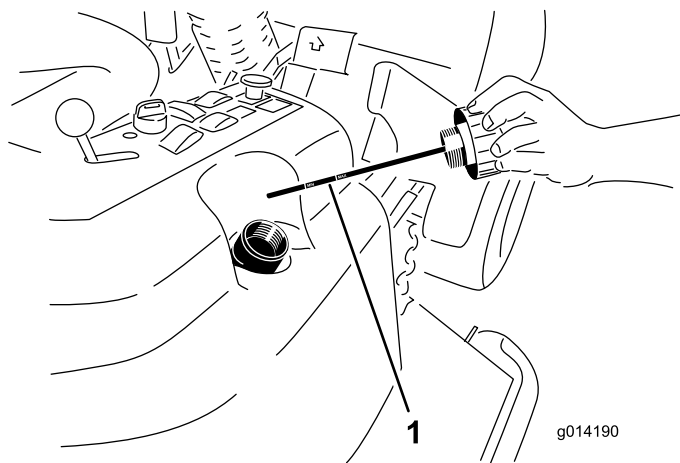

Figura 53
2. Retire o tampão de enchimento hidráulico (Figura 53) do tubo de enchimento.
3. Retire a vareta e limpe-a com um pano limpo (Figura 53).
4. Coloque a vareta no tubo de enchimento, retire-a e verifique o nível de fluido (Figura 53).